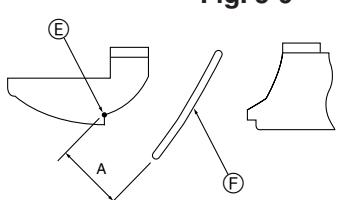

Fig. 5-10
- Para ajustar la dirección de flujo de aire deseada, mueva lentamente las paletas hacia arriba/abajo dentro del margen especificado. (Fig. 5-10)